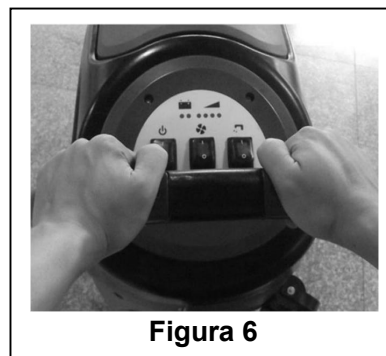

Figura 6
Una delle caratteristiche dell'apparecchio è l'installazione di due interruttori di sicurezza su entrambi i lati del manubrio. Ogni interruttore è in grado di controllare il funzionamento della spazzola in modo indipendente. Durante l'uso, ciò facilita il controllo del funzionamento dell'apparecchio. Per esperienza, il metodo per spostare la macchina mostrato a destra nella Figura 6 è il più efficace, l'utente si sente più a proprio agio con le mani e si riduce l'affaticamento. Gli utenti sono pertanto invitati a utilizzare questa modalità.
2. Tenere premuto l'interruttore di sicurezza (1) (nel modo illustrato nella **Figura 6**), spingere per muovere l'apparecchio e iniziare il lavoro di pulitura.